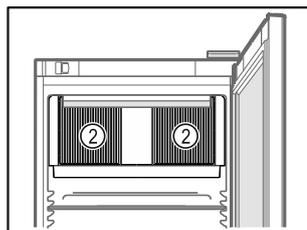

Fig. 48
- ❑ Lüftungsschlitze Fig. 48 (2) des Umluftgebläses im Innenraum freihalten.